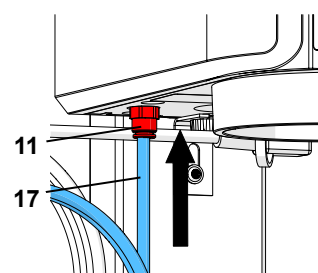

Fig. 5-a
Sur les modèles plus anciens, le filtre d'entrée (12) se trouve à l'extérieur de l'appareil (Fig. 5-b). Dans ces cas, introduire le tuyau à air comprimé (17) dans le filtre d'entrée (12). Lors de cette opération, il faut pousser au-delà d'une légère résistance. Ne JAMAIS utiliser l'appareil sans filtre d'entrée !